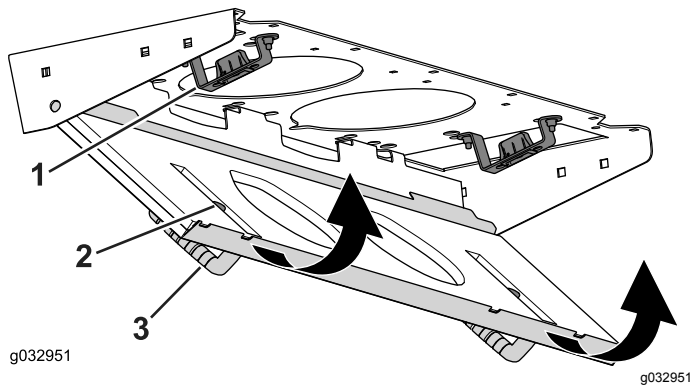

Figure 137
4. Faites pivoter le filtre sur les languettes jusqu'à ce que le pêne s'enclenche dans la gâche (Figure 137).